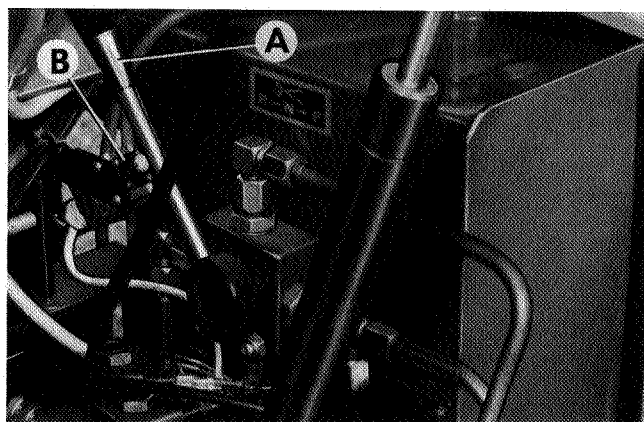

Fig.50
3. Position the 'backlap' drive lever (A Fig. 50) into the rearward position and ensure that it holds it against the control micro-switch (B).
3. Den "Zurückklapp"-Antriebshebel (A Fig.50) auf die hintere Position stellen und sicherstellen, daß er gegen den Steuermikroschalter (B) gehalten wird.
3. Amener le levier d'entraînement de "rodage" (A, Fig.50) en position arrière. S'assurer qu'il reste bien bloqué contre le micro-rupteur de commande (B).